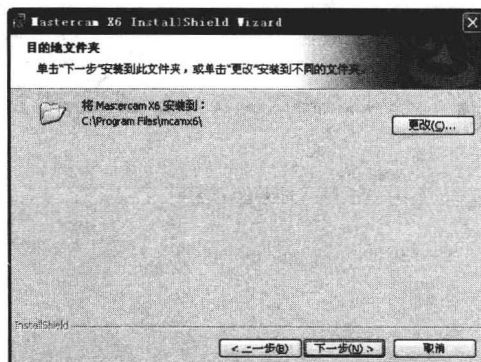

图 1-6 “目的地文件夹”界面
STEP 06 输入用户名称和公司名称，单击“下一步”按钮，弹出如图 1-6 所示的“目的地文件夹”界面。